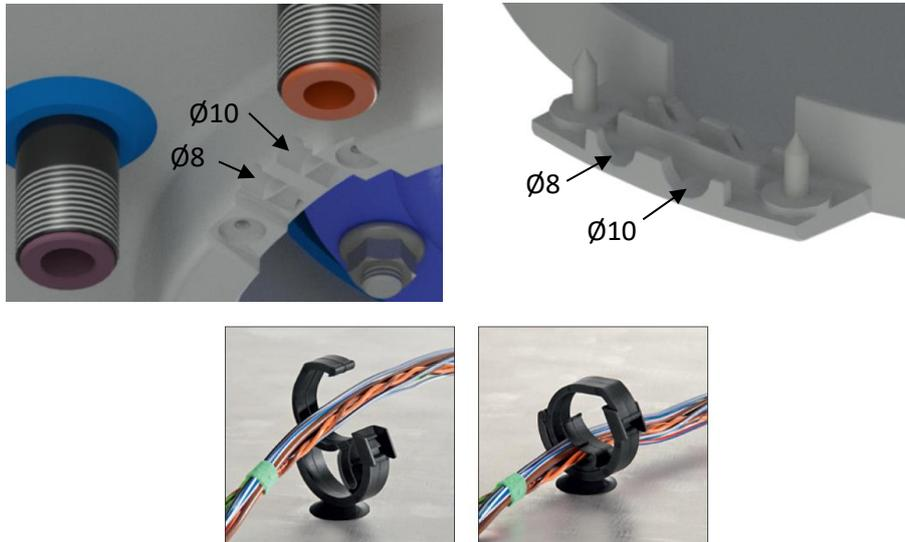
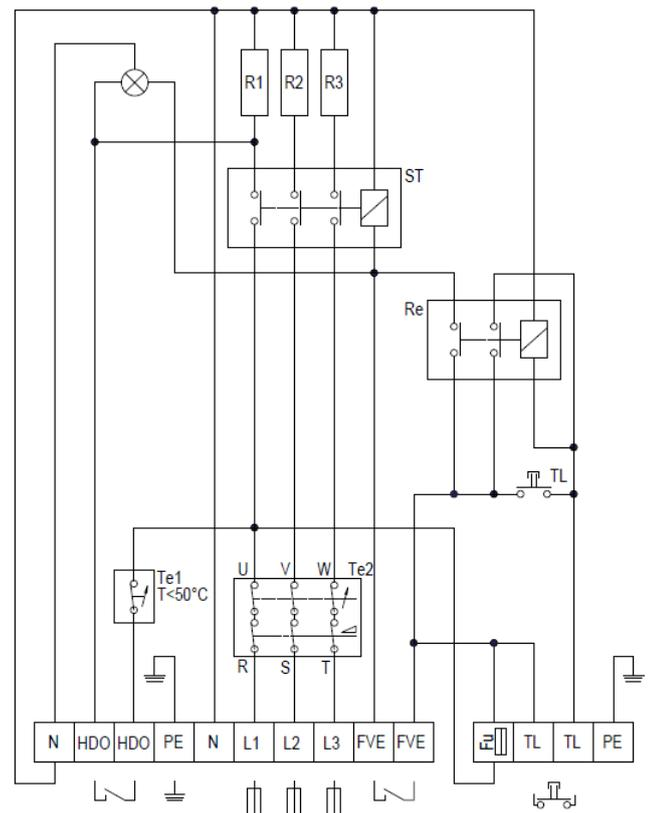

Abbildung 8
Abbildung 9
Der Anschluss ist gemäß Anschlussschema durchzuführen. Der werkseitig vorgenommene Anschluss darf nicht geändert werden! (Abbildung 9). In der Abdeckung der Elektroinstallation ist die Trennscheibe zu entfernen, die dem Durchmesser der Zuleitung  $\varnothing 8$  oder  $\varnothing 10$  (Abbildung 8) entspricht. Die Schutzart der elektrischen Teile des Wassererwärmers ist IP 44. Der Leistungsbedarf der elektrischen Körper beträgt 3x2000W. Für sichere Kabelbefestigung sind im WWS die Kabelhaltern installieren.
- Das Schema des Elektroanschlusses ist dem Warmwasserbereiter auch am Gehäuse der Elektroinstallation (Abbildung 9) beigelegt.